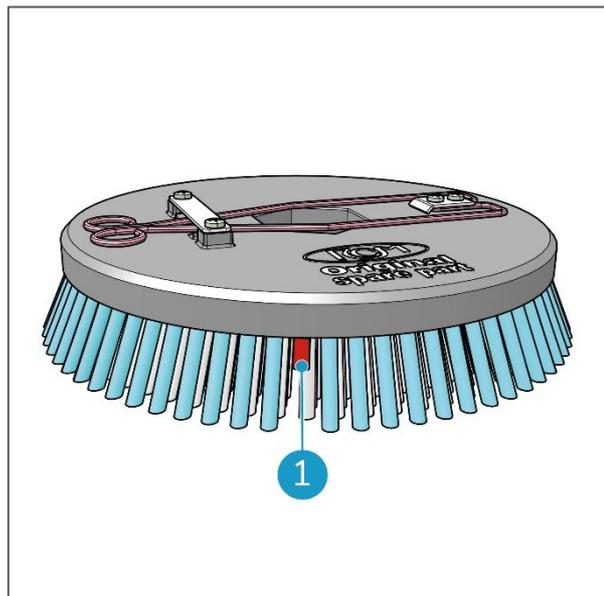

Abbildung 44
2. Prüfen Sie den Zustand der Bürstenscheiben. Wenn die Borstenlänge nahezu die Länge der roten Borsten (Abbildung 44, Pos. 1) erreicht hat, muss die Bürstenscheibe ausgetauscht werden.